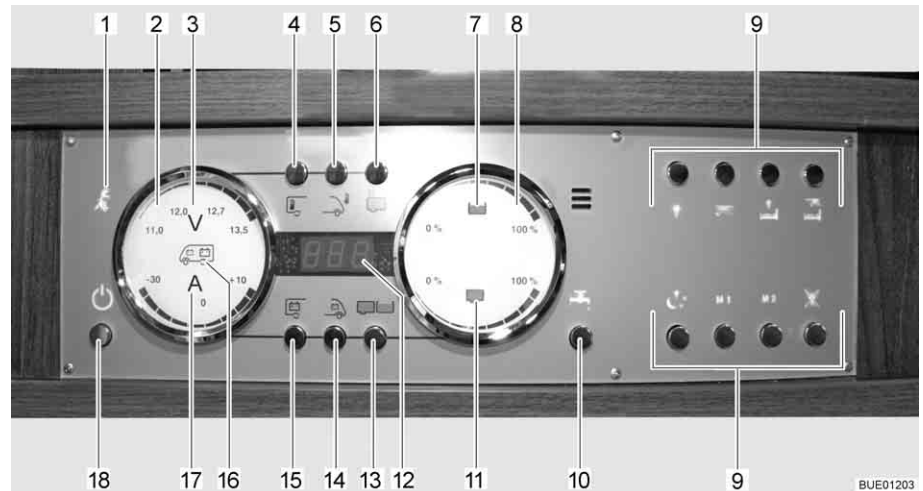

Bild 158 Panel LT 510
230 V-kontrollampan (Bild 158,1) lyser när nätspänningen ligger på el-blockets ingång.
Med huvudbrytaren 12 V (Bild 158,18) kopplas panelen och bodelens 12 V-försörjning till eller från.
- Tryck kort på knappen 12 V-försörjning (Bild 158,18). 12 V-försörjningen för bodelen är påslagen. Kontrollampan "12 V" lyser.
- ▷ Efter aktivering av försörjningen: om lysdioden "11,0" för voltindikeringen samt symbolen volt "V" (Bild 158,3) på indikeringsinstrumentet för batterierna (Bild 158,2) blinkar är bodelsbatteriets spänning för låg. Ladda batteriet.
- ▷ Efter aktivering av försörjningen: om kontrolllampan "12 V" och symbolen volt "V" (Bild 158,3) blinkar tre gånger är batterifrånkopplingen aktiverad. Avaktivera batterifrånkopplingen.
- Tryck kort på knappen 12 V-försörjning (Bild 158,18). 12 V-försörjningen för bodelen är avstängd. Kontrolllampan "12 V-försörjning" slocknar.
- Tryck på knappen bodelsbatteri (Bild 158,15) och håll den intryckt i ca 10 sekunder. Symbolen volt "V" (Bild 158,3) och kontrolllampan "12 V" blinkar tre gånger. Bodelsbatteriet är frånkopplat från 12 V-nätet.
- Tryck på knappen 12 V-försörjning (Bild 158,18) och håll den intryckt i ca 5 sekunder. Symbolen volt "V" (Bild 158,3) och kontrolllampan "12 V" blinkar tre gånger. Bodelsbatteriet är anslutet till 12 V-nätet. Kontrolllampan tänds efter ca 5 sekunder.
- Tryck på knappen bodelsbatteri (Bild 158,15). Symbolen volt "V" (Bild 158,3) lyser. Symbolen ampere "A" (Bild 158,17) är vit eller röd beroende på laddning eller urladdning. Batterispänningen och strömmen för bodelsbatteriet visas via lysdioderna på indikeringsinstrumentet.
- Tryck på knappen startbatteri (Bild 158,14). Symbolen volt "V" (Bild 158,3) lyser. Startbatteriets spänning visas via lysdioderna på indikeringsinstrumentet.
- Tryck på knappen tank (Bild 158,13). Symbolerna vattentank (Bild 158,7) och avloppstank (Bild 158,11) lyser. Nivån i vattentanken (övre skala) och i avloppstanken (nedre skala) visas via lysdioderna på indikeringsinstrumentet.